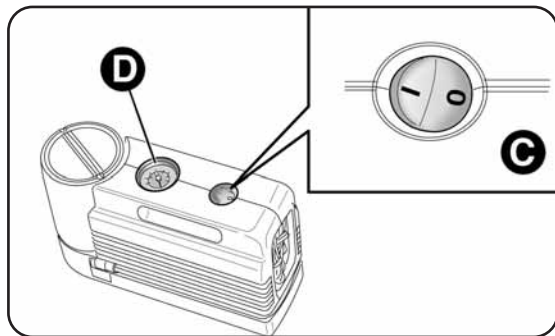
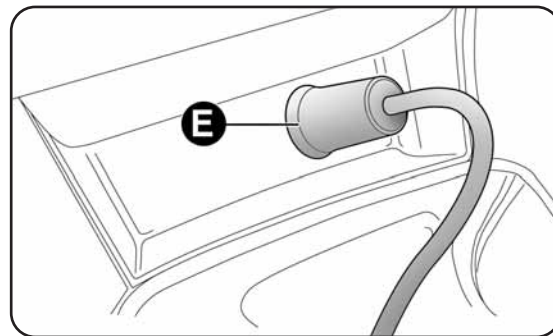

fig. 5
fig. 5a
- s'assurer que l'interrupteur C-fig. 5 du compresseur est en position 0 (éteint), démarrer le moteur, insérer la fiche E-fig. 5a dans la prise de courant et actionner le compresseur en plaçant l'interrupteur C-fig. 5 en position I (allumé).
- Gonfler le pneu à la pression indiquée au paragraphe « Pression de gonflage » du chapitre « 6 ». Pour plus de précision dans la lecture, il est préférable de vérifier la valeur de la pression sur le manomètre D-fig. 5 avec le compresseur éteint ;